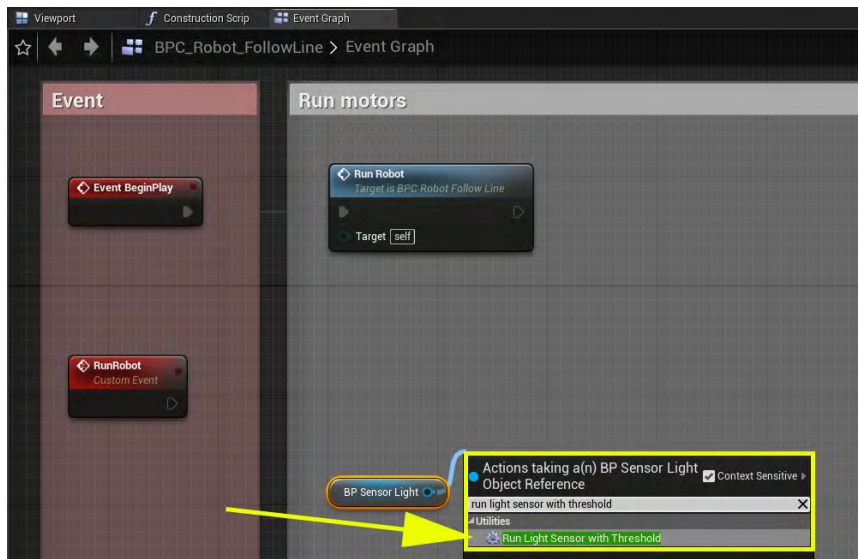

図 3-17
- 実習 2 の図 3-17 に戻って、このロボット用のコードの構築を進めます。